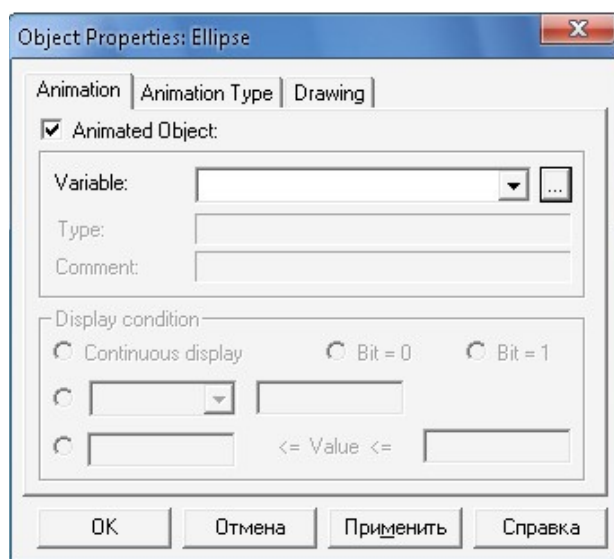

Рисунок 26 – Вікно додавання функцій анімації до об'єкта
– у рядку «Variable» натиснути кнопку «...» (рисунок 26);